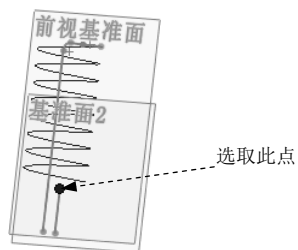
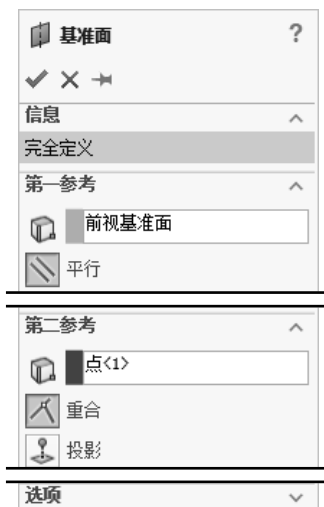

图 6.13.9 基准面 2
图 6.13.10 “基准面”对话框
Step5. 创建如图 6.13.9 所示的基准面 2。选择下拉菜单 **插入(I)** → **参考几何体(G)** → **基准面(F)...** 命令，系统弹出如图 6.13.10 所示的“基准面”对话框；选取前视基准面和如图 6.13.9 所示的点作为基准平面的参考实体；单击该对话框中的 按钮，完成基准面 2 的创建。